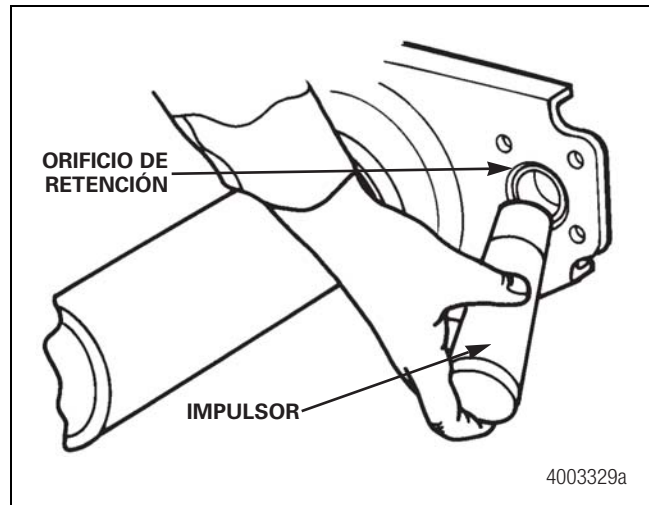

Figura 11.32
3. Haga pasar los componentes siguientes a través del orificio de retención. Verifique que está usando el impulsor del tamaño adecuado y de que el orificio no presente daños. Figura 11.32.